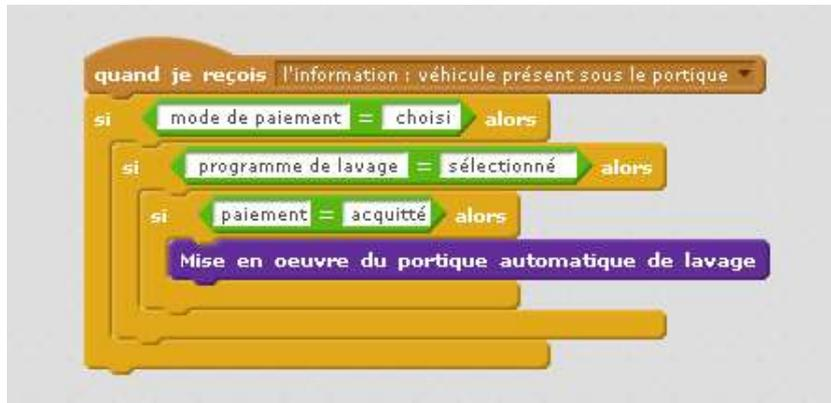

Figure 3 : extrait du programme implanté dans l'interface programmable de la borne de paiement.
4. À l'aide de la figure 3, indiquer dans le tableau ci-dessous l'ordre (1, 2, 3, 4) dans lequel la borne de paiement examine les conditions de mise en œuvre du portique automatique de lavage. (4 pts CT 4.2)